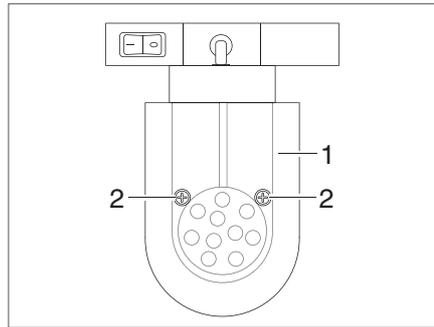

Fig. 156 Spot DEL (coulissant)
- Desserrer les vis de fixation (Fig. 156,2).
- Retirer prudemment le verre de lampe (Fig. 156,1).